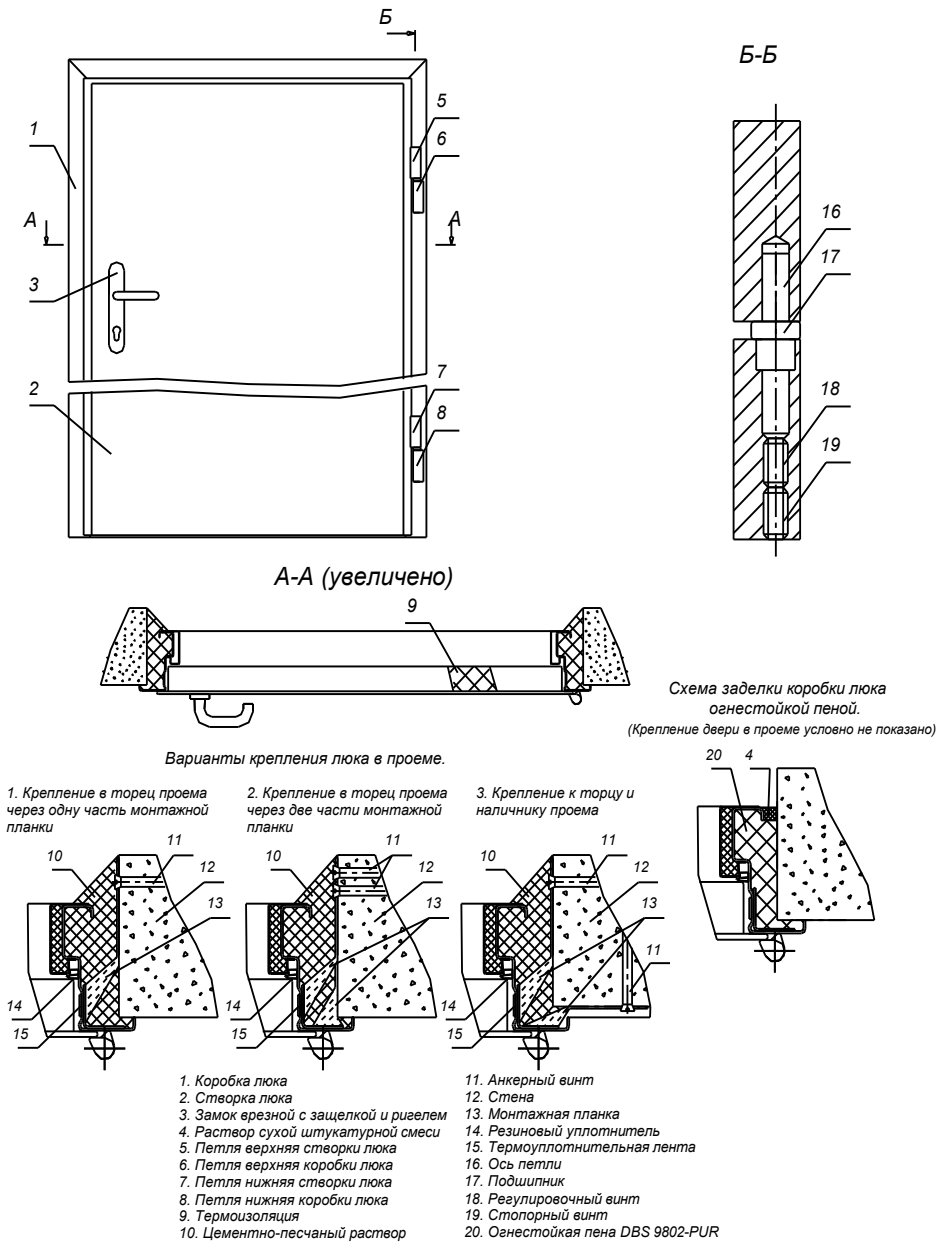

Рисунок 1 - Люк противопожарный металлический
- 6.2 Наиболее технологичным способом, обеспечивающим снижение числа последующих регулировок, является установка в проеме люка в сборе (коробки со створкой). При монтаже боковые стороны коробки крепятся к строительной конструкции анкерными винтами **11** через монтажные планки, расположенные на внутренней поверхности коробки. Перед установкой люка в проем монтажные планки отгибаются по углом 90° в сторону плоскости крепления (варианты монтажа показаны на рисунке 1). Правильное положение коробки в проеме определяется по уровню. Коробка со стороны, противоположной наличнику, заделывается цементно-песчаным раствором. Рекомендуется, до заделки раствором, дополнительно фиксировать коробку в проеме деревянными клиньями, избегая при этом деформации стоек коробки. Заделку следует производить в 2 этапа. На первом этапе раствором заделывается приблизительно 2/3 глубины коробки. После чего раствору дают высохнуть (не менее 24 часов). В это время эксплуатация люка не допустима. На втором этапе производится чистовая заделка, таким образом, чтобы задняя поверхность коробки была закрыта раствором, как показано на рисунке 1. Положение створки относительно коробки регулируется в вертикальной плоскости винтами петель непосредственно перед и при необходимости после заделки коробки раствором. После этого произвести проверку качества установки путем 5-кратного воспроизведения последовательного открывания двери при освобождении защелки замка из зацепления с коробкой и последующего закрывания вручную. Створка люка должна открываться – закрываться плавно без рывков и заеданий. Допускается иной способ крепления люка к проему (например, крепление электросваркой к закладным деталям проема) при условии обеспечения надежного крепления коробки (особенно в зоне петель) и заполнения полости коробки люка огнеупорным материалом (цементно-песчаный раствор, алебастр и т.п.) как показано на рис. 1. Допускается также раздельная установка коробки и створки. При этом все требования к монтажу и заделке коробки, а также регулировке люка в сборе должны соблюдаться, как указано выше.
- 6.3 Установка люка также может производиться и другим оригинальным способом, отличным от изложенного выше. В этом случае проемы в ограждающих конструкциях рекомендуется изготавливать с припуском 10-30 мм по ширине и 10-30 мм по высоте относительно установочных размеров коробки, крепление люка производится аналогично указанному выше, а заделка коробки (со стороны противоположной наличнику) выполняется огнестойкой пеной DBS 9802-PUR, имеющей сертификат пожарной безопасности **ССПБ.ДЕ.ОПО19.H00529**, в три этапа. Вначале полость коробки заполняется пеной примерно на 40-50% объема, затем через 60 мин наносится дополнительный слой пены для заделки оставшегося объема. Через 24 часа излишки пены срезаются ножом и по всей длине монтажных зазоров выполняются канавки глубиной от 8 до 15 мм. Канавки заполняются раствором сухой штукатурной смеси (см. рис. 1). Более подробная инструкция по применению, имеется на поверхности каждого баллона с пеной.